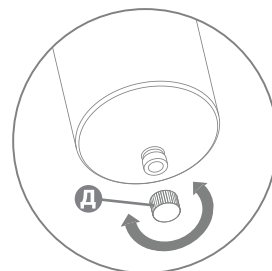

Рис. 8
2. Открутите гайку сливной горловины (Д) (рис. 8) и слейте из фильтра остатки воды.
9. Установите на место гайку сливной горловины (Д) и плотно закрутите ее (рис. 8).